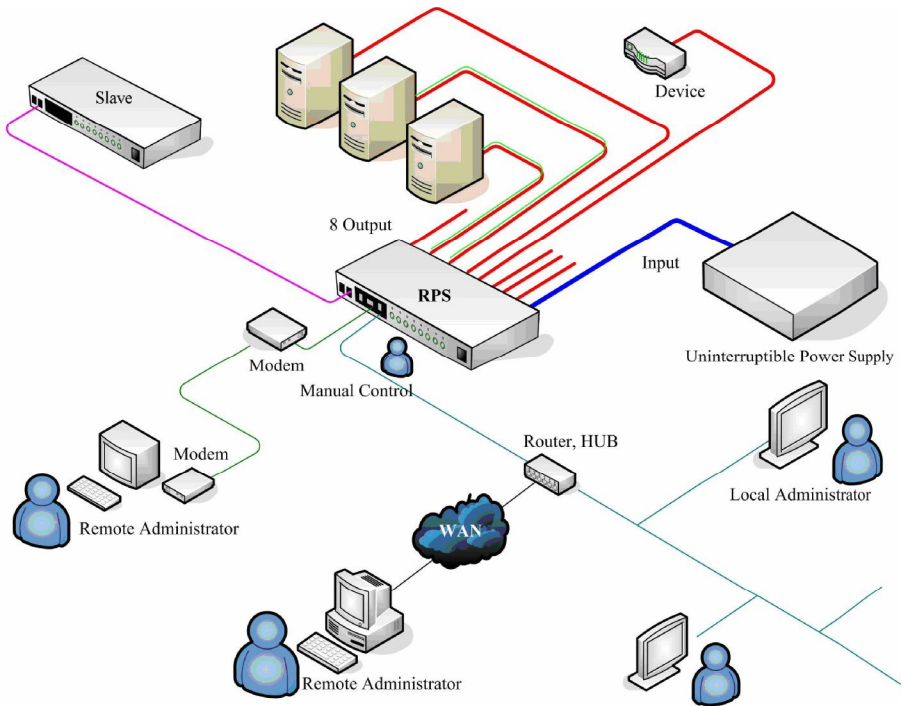

Figure 5 : RPS diagramme de connexion
3. Connectez un câble Ethernet au port Ethernet du RPS – voir Figure 5.